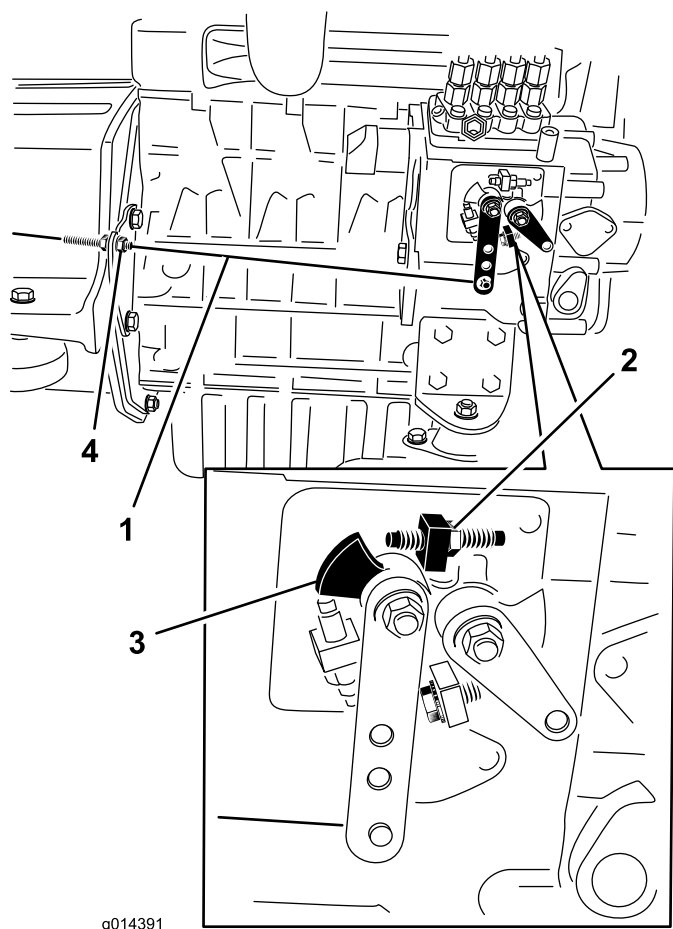

Figura 46
2. Compruebe la posición de la palanca de control de velocidad de la bomba de inyección de combustible del motor. La palanca de control de velocidad debe estar en contacto con el tornillo de alta velocidad cuando la palanca de control del acelerador está en la posición de Rápido (Figura 46).
3. Si es necesario, la posición de las contratueras del cable de control del acelerador puede ajustarse hasta que la palanca de control de velocidad entre en contacto con el tornillo de alta velocidad cuando la palanca de control del acelerador está en la posición de Rápido (Figura 46).